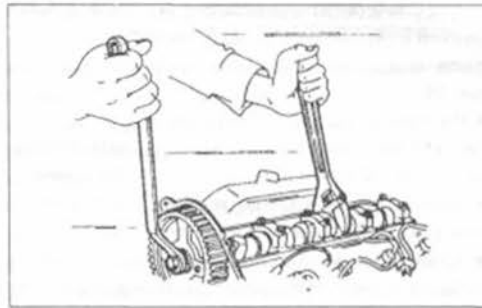

Рис. 37.
- Отпустить болты шкива зубчатого ремня распределительного вала с помощью накладного гаечного ключа. При этом удерживать распределительный вал, как это показано на рис. 37. Если нет в распоряжении регулируемого ключа, можно применять ключ с 29-мм зевом. Как и шестерня насоса, колесо распределительного вала также нужно вынимать
- Распределительный вал опять удерживать, как это показано на рис. 37, и удалить задние шкивы (9). Снять шкивы ременной передачи.